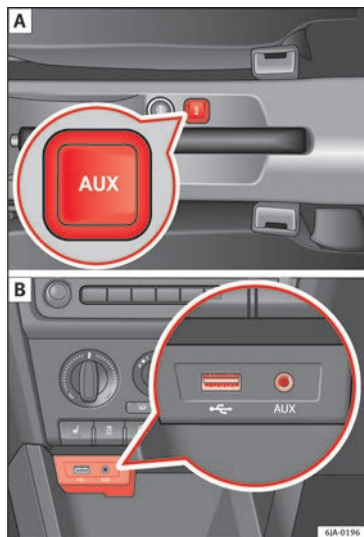

Fig. 34 Entrada AUX-IN/entrada MDI.
- na consola central entre os bancos dianteiros »» Fig. 34 - [A];
- no porta-objetos na consola central dianteira »» Fig. 34 - [B];
A entrada MDI encontra-se no porta-objetos da consola central dianteira »» Fig. 34 - [B];